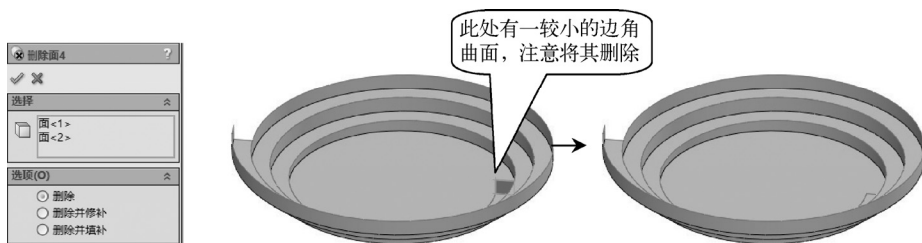

图 4-97 删除面操作
STEP 8 单击“曲面”工具栏中的“删除面”按钮，将 **STEP 7** 中剩余的没有修剪的曲面删除，如图 4-97 所示。